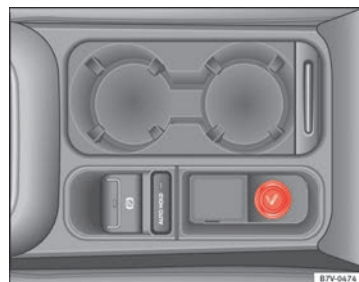

Fig. 119 Consola central delantera: encendedor.
En función del equipamiento podría haber un encendedor en la parte delantera de la consola central ⇒ fig. 119, o bien en el compartimento de la parte delantera de la consola central.
- Presionar hacia adentro el botón del encendedor, estando el encendido conectado ⇒ fig. 119.